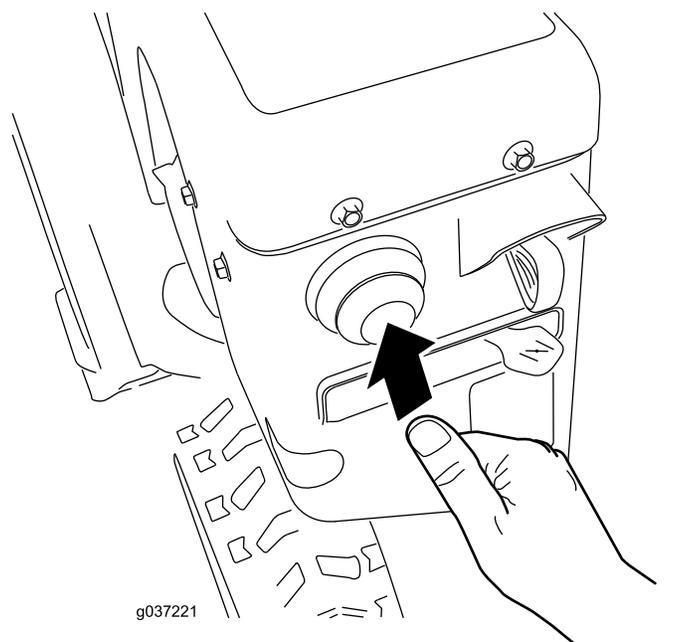

Figure 23
4. Appuyez fermement sur l'amorceur avec le pouce comme indiqué dans le tableau ci-dessous, en marquant une pause d'une seconde chaque fois (Figure 23).